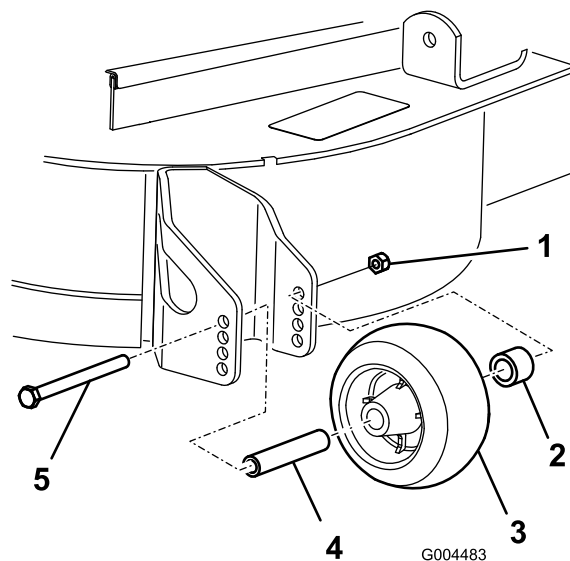

Figura 22
3. Dopo avere regolato l'altezza di taglio, regolate i rulli togliendo il dado flangiato, la boccola, il distanziale ed il bullone (Figura 22).
Nota: Serrate a 54–61 Nm (Figura 22).